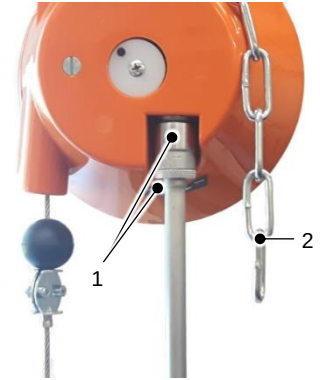

Abb. 5.3 – Feinabstimmung des Federzuges
Der Federzug ist mit einer Sicherungskette (2) gesichert, s. Abb. 5.3 – Feinabstimmung des Federzuges. Diese muss unabhängig von der Aufhängung des Federzuges ortsfest gesichert werden.